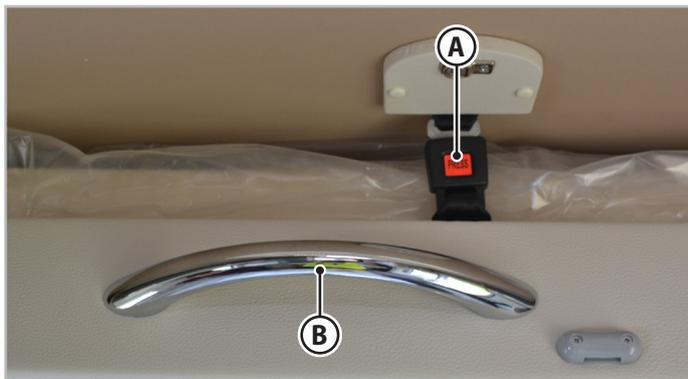

Abb. 6.18 - Vorderes Kippbett
1. Entriegeln Sie die Sicherheitsvorrichtung (A - Abb. 6.18).
2. Betätigen Sie den entsprechenden Bewegungsgriff (B - Abb. 6.18) und bringen Sie das Bett in die Endposition.
1. Betätigen Sie den entsprechenden Bewegungsgriff (**B** - Abb. 6.18) und bringen Sie das Bett in die Endposition.
2. Sichern Sie das Bett erneut mit der Sicherheitsvorrichtung (**A**-Abb. 6.18).